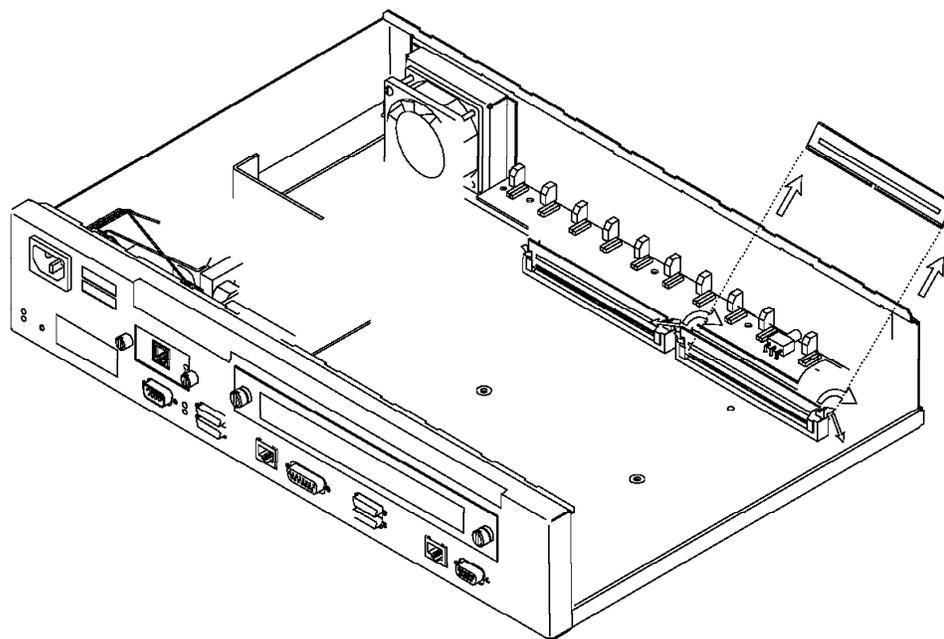

Figura A-10. Remoção do Módulo SIMM Flash (Modelos 14T e 24x)
- 2** O módulo SIMM DRAM está localizado no slot esquerdo da máquina. Para trocar o módulo SIMM DRAM, você deve remover o módulo SIMM DRAM existente e instalar o novo módulo. Veja a localização do módulo SIMM Flash na Figura A-10